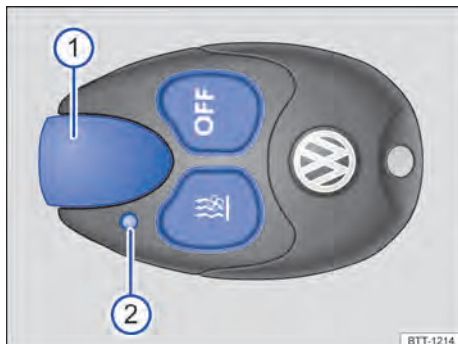

Fig. 250 Aquecimento estacionário: controle remoto.
- **Ligar:** pressionar o botão **(1)** → Fig. 250. Se a luz de controle ficar acesa por aproximadamente 2 segundos na cor verde, o aquecimento estacionário estará ligado.